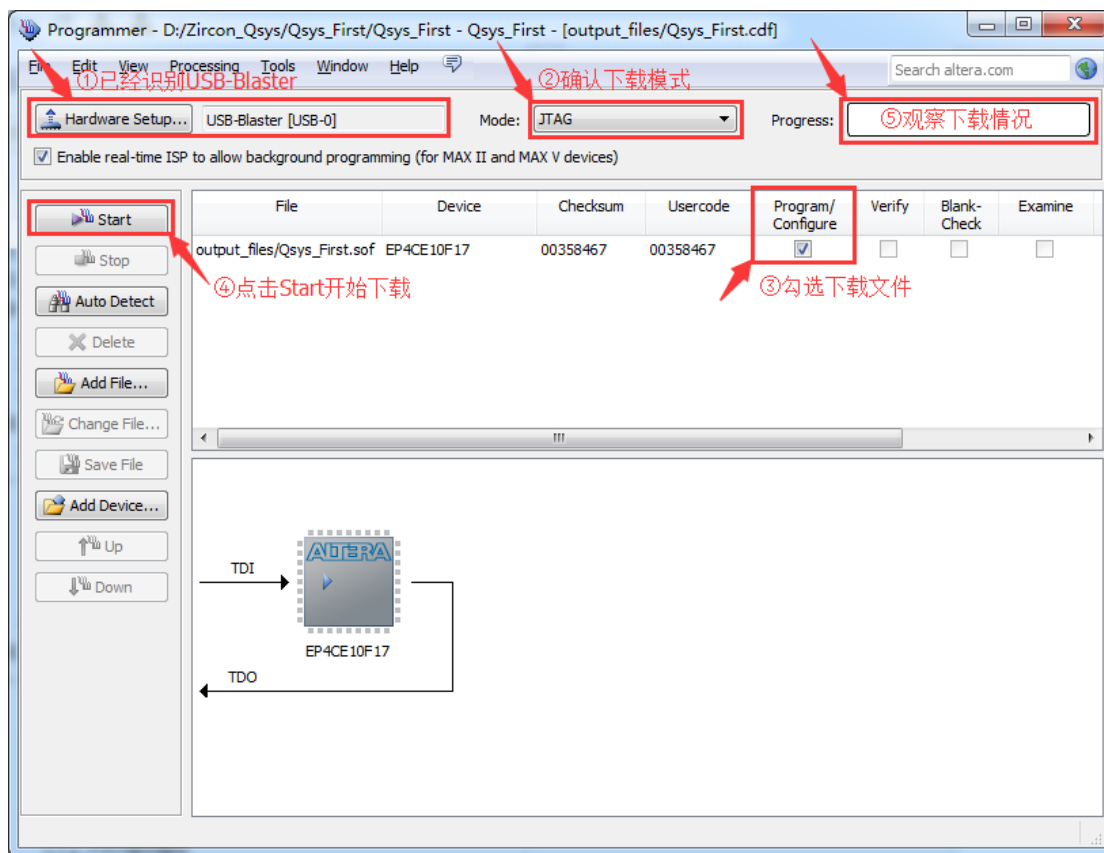

图 1.62 设备连接完成下载图
(3) 打开配置文件 (Qsys_First.sof), 确认下载模式, 确保 Program/Configure 下的方框选中, 最后点击【 Start 】按钮, 开始使用配置文件对 FPGA 进行配置, Progress 栏显示配置进度, 如图 1.62 所示。